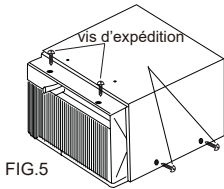

FIG.5
7. Retirez les vis d'expédition du haut de l'unité et du côtés depuis la base si installé. Ces vis seront nécessaires pour la réinstallation ultérieure (Voir FIG.5)